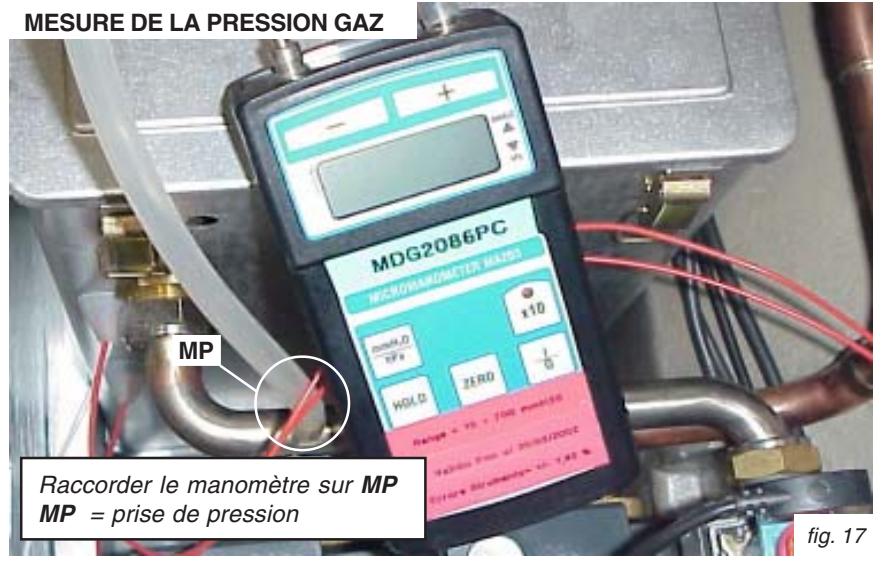

fig. 17
- Raccorder le manomètre sur la prise **MP** comme indiqué en fig. 17.